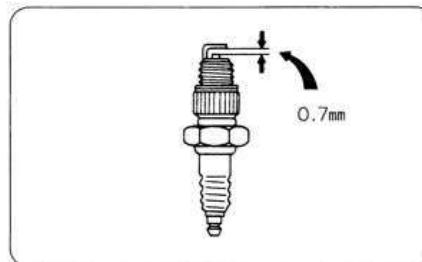

図36
(7) 点火プラグの調整と交換
- ① エンジンの調子が悪いときには、点火プラグに原因があることもあります。プラグを取り外し、電極に付着のカーボンを取り除き、紙ヤスリで磨いて、電極スキマを調節します。(図36)
- ② 調整が終わったら点火プラグを元の位置にねじ込みプラグキャップを確実に差込んでください。